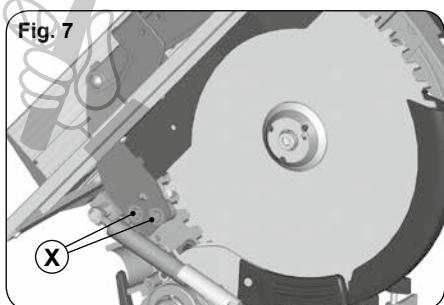

Fig. 7
- Освободите винты X (Рис. 7), настройте положение расклинивающего ножа и затяните винты,держивающие его; затем установите кожух V на место.